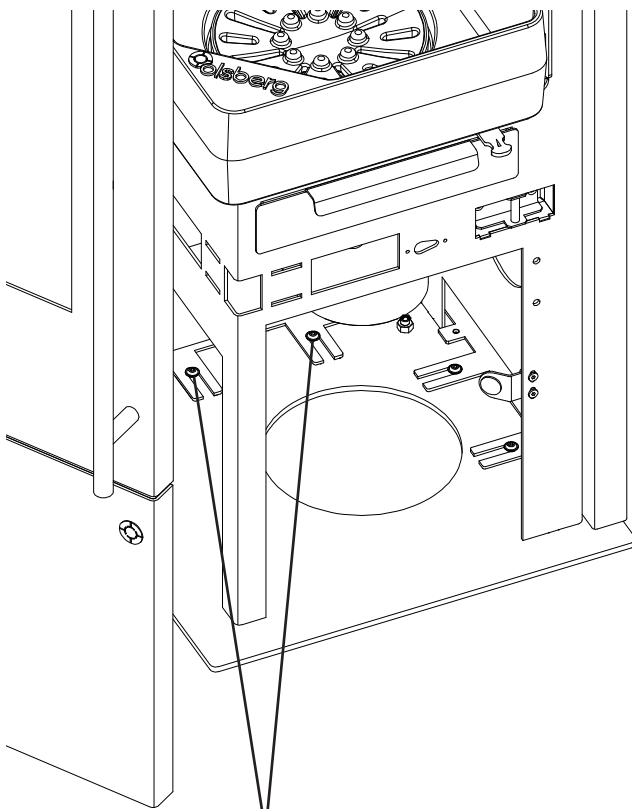

Fig.9
- Befestigungsschrauben (C) unten am Gerät lösen (max. 2 Umdrehungen, siehe Fig.9).